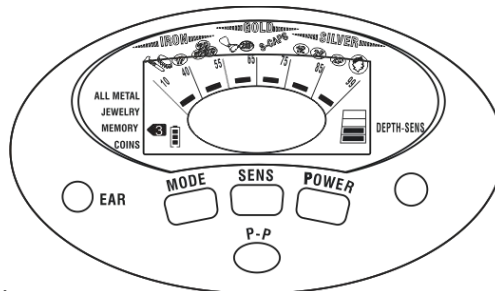

Fig.12
a) Appuyez à nouveau sur le bouton MODE et le curseur du mode de fonctionnement indiquera MEMORY. Le curseur ID cible (curseur supérieur) disparaîtra et le curseur d'identification cible (curseur inférieur) sera allumé (voir Fig.12)
- f) Appuyez à nouveau sur le bouton "MODE", si vous souhaitez rechercher d'autres métaux. Laissez le mode de fonctionnement toujours pointer vers MEMORY et affiche toujours comme figure 12. Ensuite, répétez l'opération ci-dessus.
- g) Vous pouvez appuyer sur le bouton MODE en ce moment pour annuler le mode MEMORY et laisser le détecteur revenir à l'état de la figure 12. Ensuite, appuyez de nouveau sur la touche MODE pour annuler le mode MEMORY. Vous pouvez effectuer le prochain mode de fonctionnement après cela.